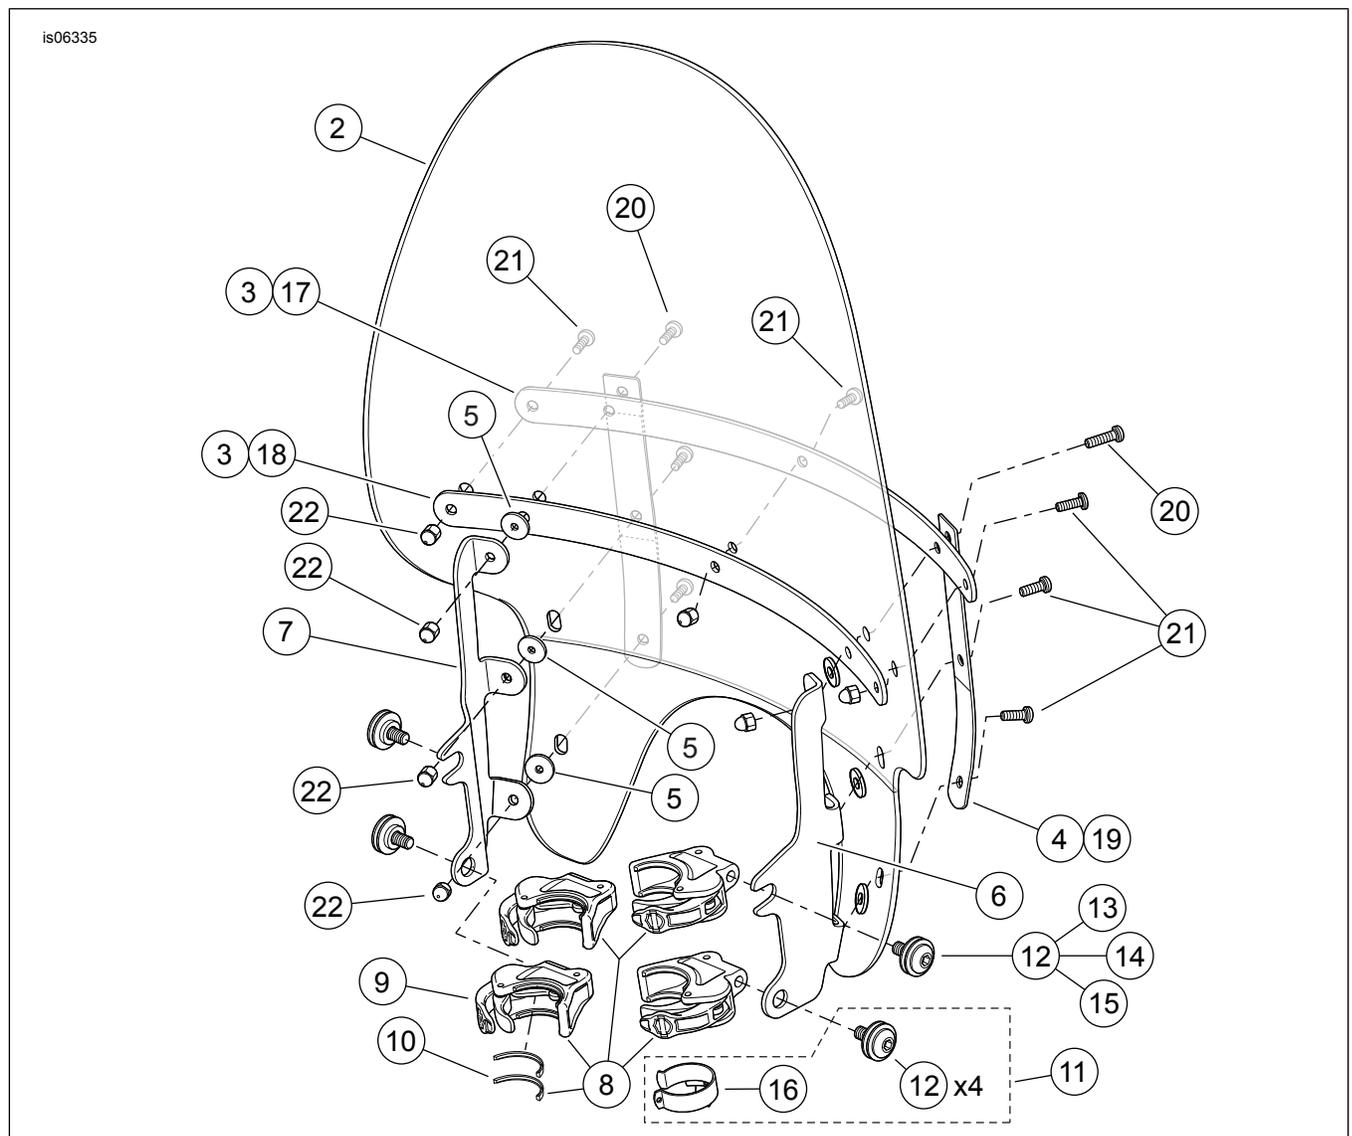

Abbildung 2. Siehe Ersatzteile, XL1200X Windschutzscheibe mit Schnellverschluss
Siehe Abbildung 2 und Tabelle 2.
- Siehe Abbildung 2 >. Die Klemmenbaugruppen (8) und den Befestigungsteilesatz (11) aus der Verpackung nehmen und ähnliche Teile zur Vorbereitung des Zusammenbaus in Gruppen zusammenfassen.
3. **Alle Sätze** Die Windschutzscheibe um den Scheinwerfer mittig ansetzen und die Klemmen auf den Tauchrohren absetzen. Siehe Abbildung 2 >. Den Gaszugclip (16) um das rechte Tauchrohr legen und die Gaszüge durch die Öffnung der Führung verlegen.